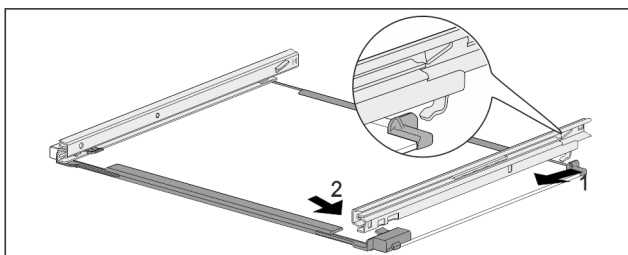

Fig. 149 Glasplatte mit Schienen
- ▶ Schiene hinten einhaken. Fig. 149 (1)
- ▶ Schiene vorne einrasten. Fig. 149 (2)